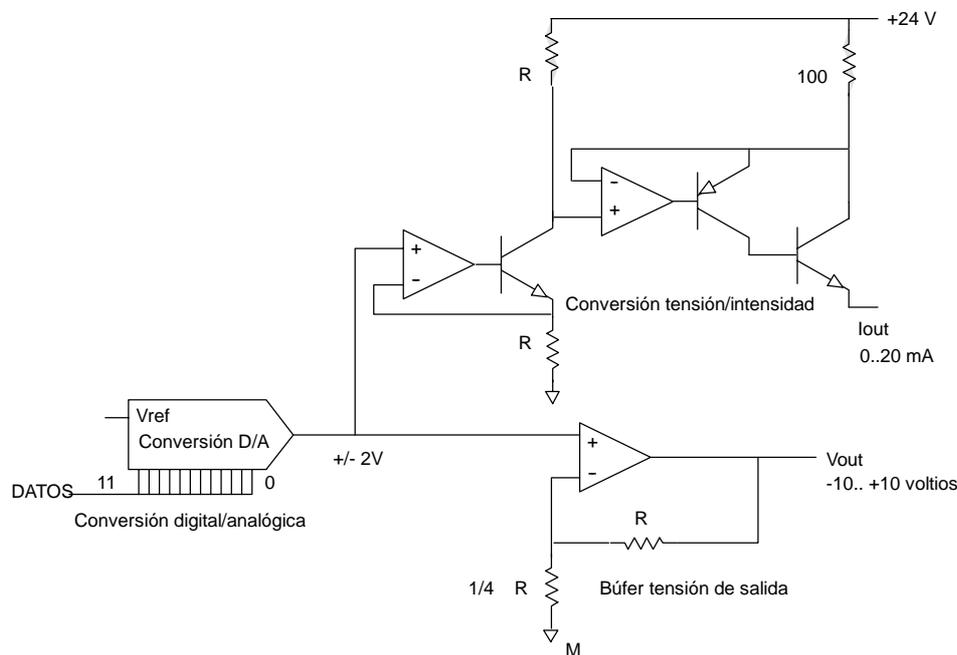

Figura A-18 Esquema funcional de las salidas de los módulos EM 232 y EM 235
- Desvíe las entradas de los canales no utilizados (v. fig. A-18).